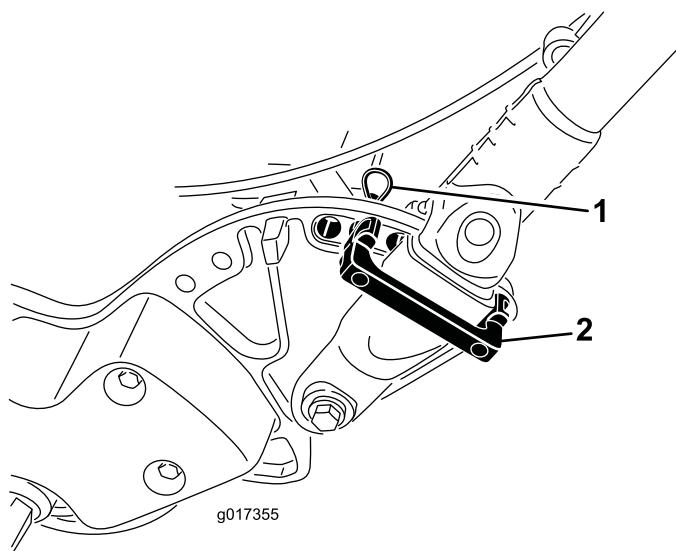

图32
1. 卸下剪草机各侧手柄卡环上的发卡销 (图32)。
2. 当撑住手柄时取下两侧的发卡销然后将手柄旋转到所需的操作位置 (图32)。